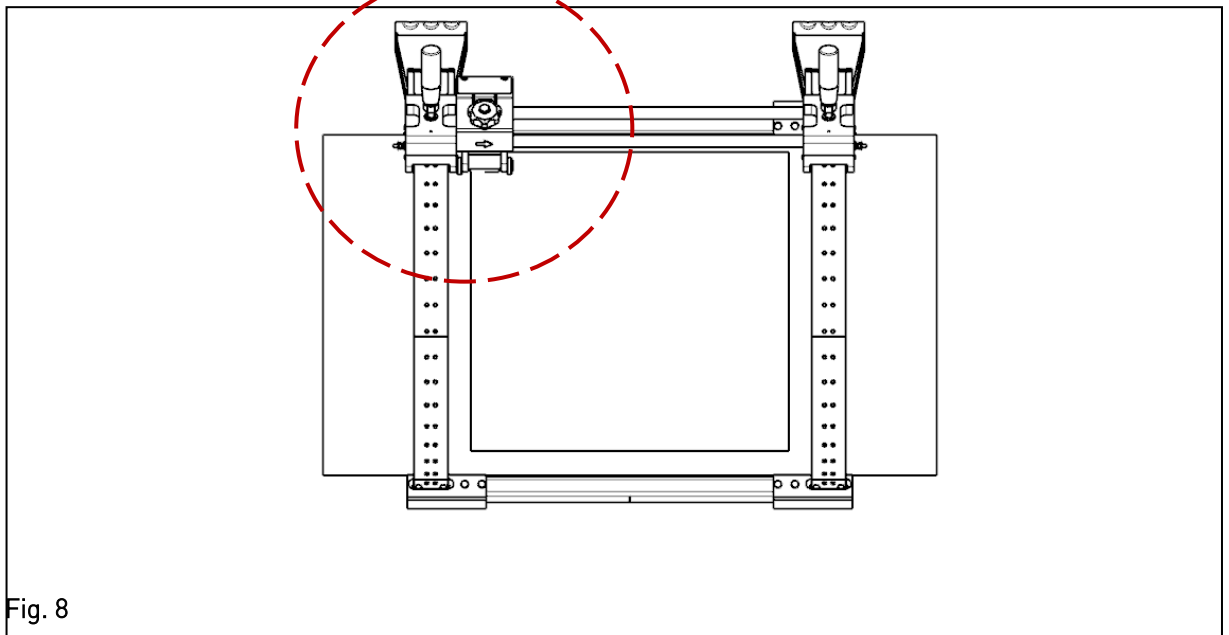

Fig. 8
Observera utgångsläget för skrapningen då ram TL 225 placeras, se Fig. 8
19. För skrapenheten till utgångsläge, se Fig. 8